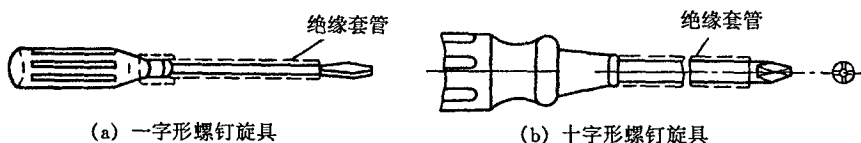

图 2-2 螺钉旋具
(1) 一字形螺钉旋具。如图 2-2(a)所示。它的规格是以手柄以外的刀体长度进行表示,常用的一字形规格有:50, 75, 100, 150, 200, 250, 300mm 等。
(2) 十字形螺钉旋具。用于紧固或拆卸十字槽的螺钉,如图 2-2(b)所示。常用的规格有四种,Ⅰ号适用于直径为 2~2.5mm 的螺钉,Ⅱ号适用于 3~5mm 的螺钉,Ⅲ号适用于 6~8mm 的螺钉,Ⅳ号适用于 10~12mm 的螺钉。